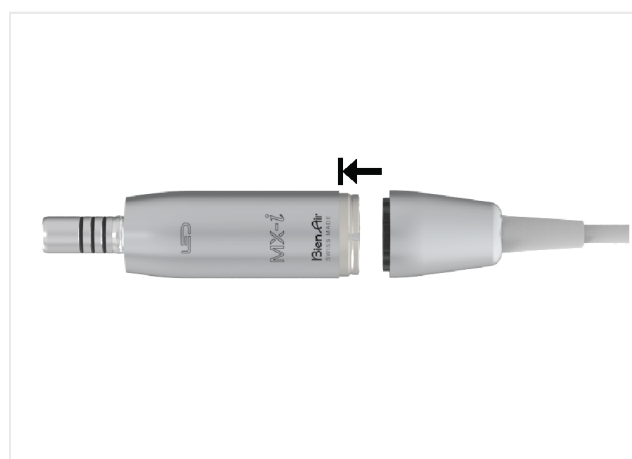

FIG. 3
3. Plaats de motor en de bijbehorende kabel zoals aangegeven in FIG. 3.